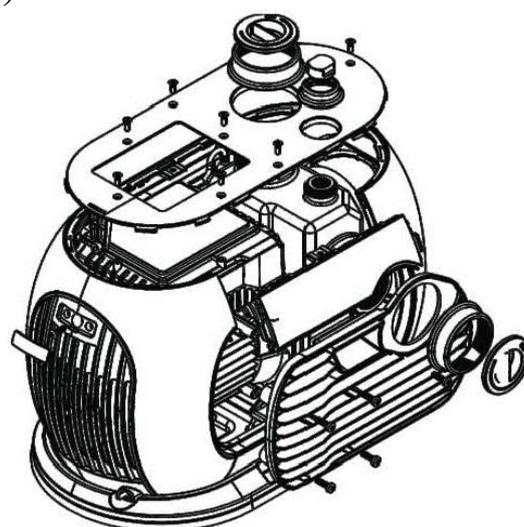

Рисунок 8
2. С помощью отвертки (не входит в комплект поставки) открутите 5 винтов с левой средней части кожуха и аккуратно снимите левую среднюю и левую верхнюю часть кожуха (смотрите рисунок 8 ниже).